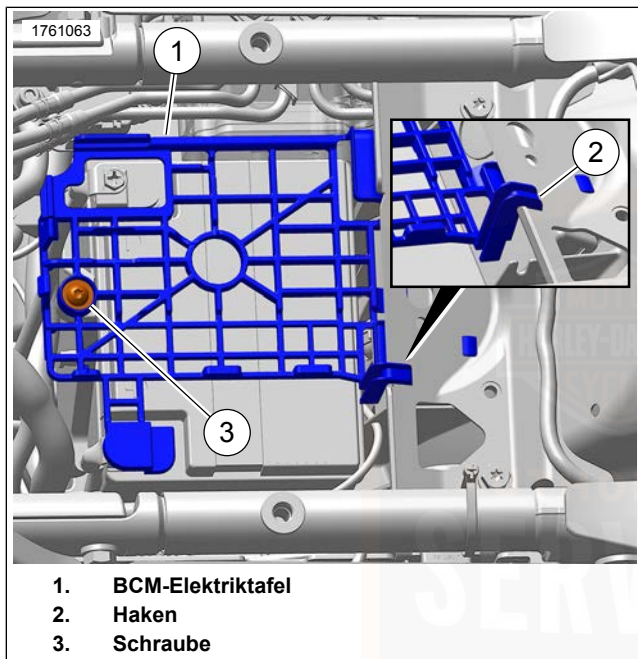

Abbildung 116. Ausbau/Einbau der BCM-Elektriktafel
9. Siehe Abbildung 116 . Die Schraube (3) und die BCM-Elektriztafel (1) entfernen.
7. Siehe Abbildung 116 . Die BCM-Elektriktafel (1) einbauen. Sicherstellen, dass der Haken (2) oben an der Rahmenlasche einhakt.
8. Die Schraube (3) anbringen. Festziehen.